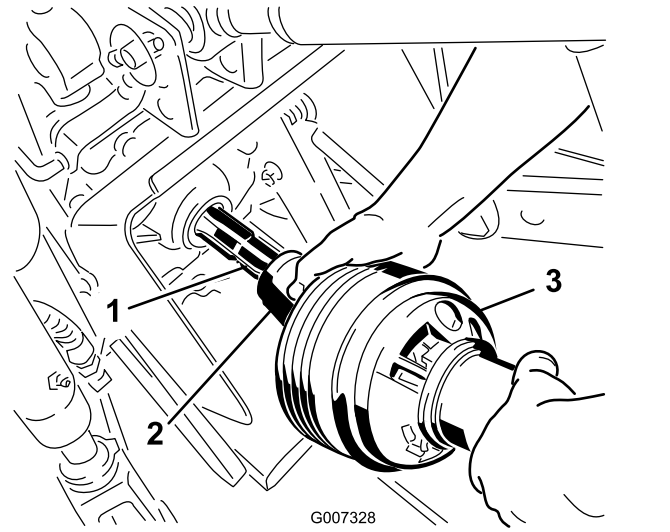

図 24
3. PTO シャフトをトラクションユニットの PTO シャフトに接続する 図 24。